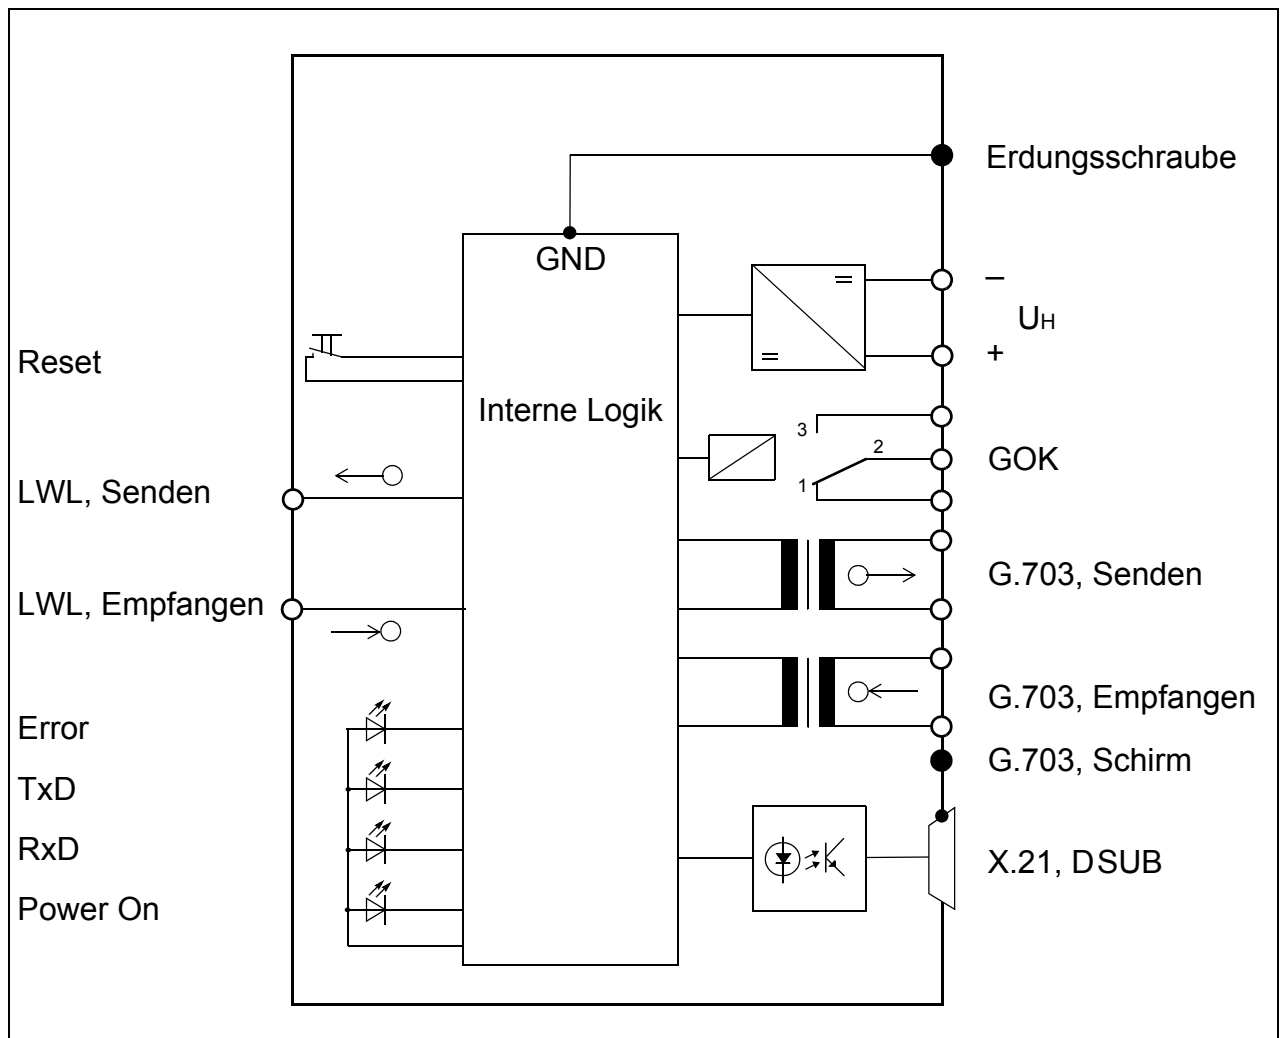

Bild 2 Hardware-Struktur des Kommunikationsumsetzers
Die Aufgabe des Kommunikationsumsetzers besteht darin, eine Anpassung der verfügbaren LWL-Wirksamkeit im Schutzgerät (DEE) an die physikalische Spezifikation der jeweiligen Schnittstelle des Kommunikationsnetzes (DÜE) vorzunehmen. Die Anpassung erfolgt synchron und vollkommen bittransparent, d.h. direktes Weiterleiten der Informationen ohne selbst Informationen hinzuzufügen oder auszublenden. Bild 2 zeigt die Hardware-Struktur.
- ❑ **X.21:** Die Signale der X.21-Schnittstelle sind auf dem 15-poligen DSUB-Stecker (X.21) aufzulegen. Der Schirmkragen ist mit dem Gehäuse verbunden. Die X.21-Signale sind von den anderen elektrischen Kreisen galvanisch getrennt (Bild 2).
- ❑ **G.703.1:** Die Signale der G.703.1-Schnittstelle sind auf die 5-polige Schraubklemme (G.703) aufzulegen (jeweils ein kommendes und ein gehendes Adernpaar). Die links daneben liegende fünfte Schraubklemme (,S') dient zum Auflegen des Kabelschirms und ist mit dem Gehäuse verbunden. Die G.703.1-Signale sind von den anderen elektrischen Kreisen galvanisch getrennt (Bild 2).